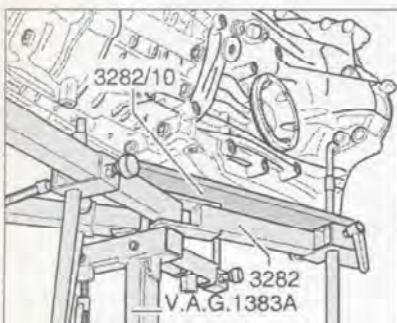

Рис. 7.39. Закрепите приспособление для крепления коробки передач 3282 с выверочной доской 3282/10 на подъемнике и установите последний под коробку передач.
26. Закрепите приспособление для крепления коробки передач 3282 с выверочной доской 3282/10 на подъемнике и установите последний под коробку передач (рис. 7.39). Стрелка на выверочной доске должна быть направлена в сторону передка автомобиля.